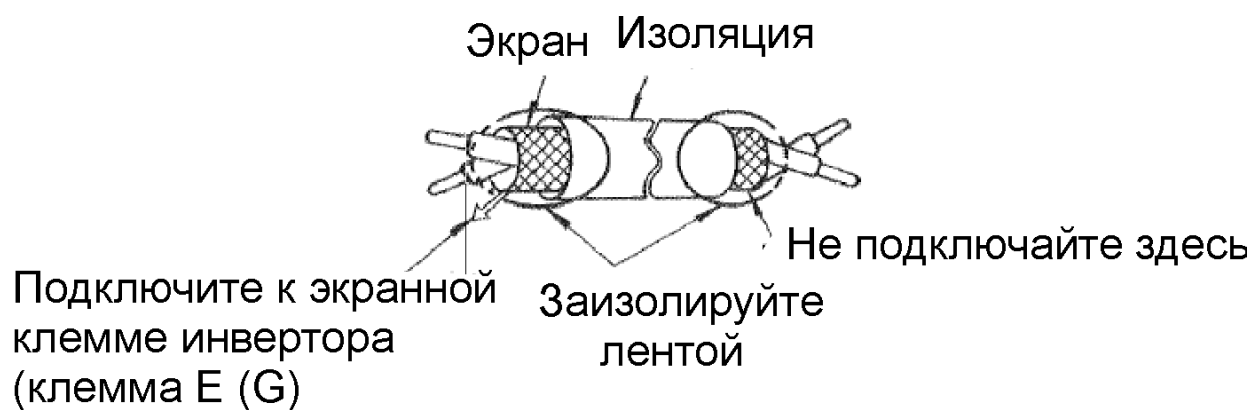

Рис. 2.15 Подготовка концов кабеля витой пары.
- Используйте в качестве кабеля цепей управления витую пару или экранированную витую пару для избежания неисправностей в работе инвертора. Подготовьте концы кабеля так, как показано на рис. 2.15
- Подключите экран к клемме E (G).